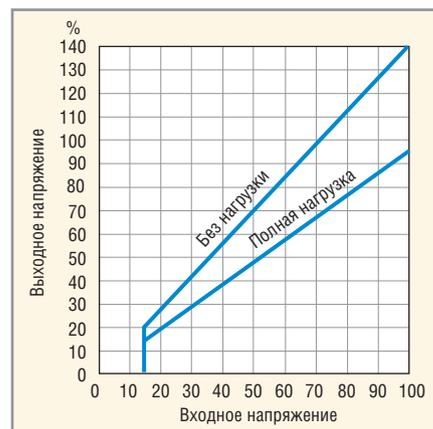

Рис. 2. Зависимость выходного напряжения от входного для пропорционального преобразователя в режиме холостого хода и полной нагрузки
- выходное напряжение связано с входным напряжением линейно, но также зависит от нагрузки: чем меньше нагрузка, тем круче наклон характеристики (см. рис. 2).